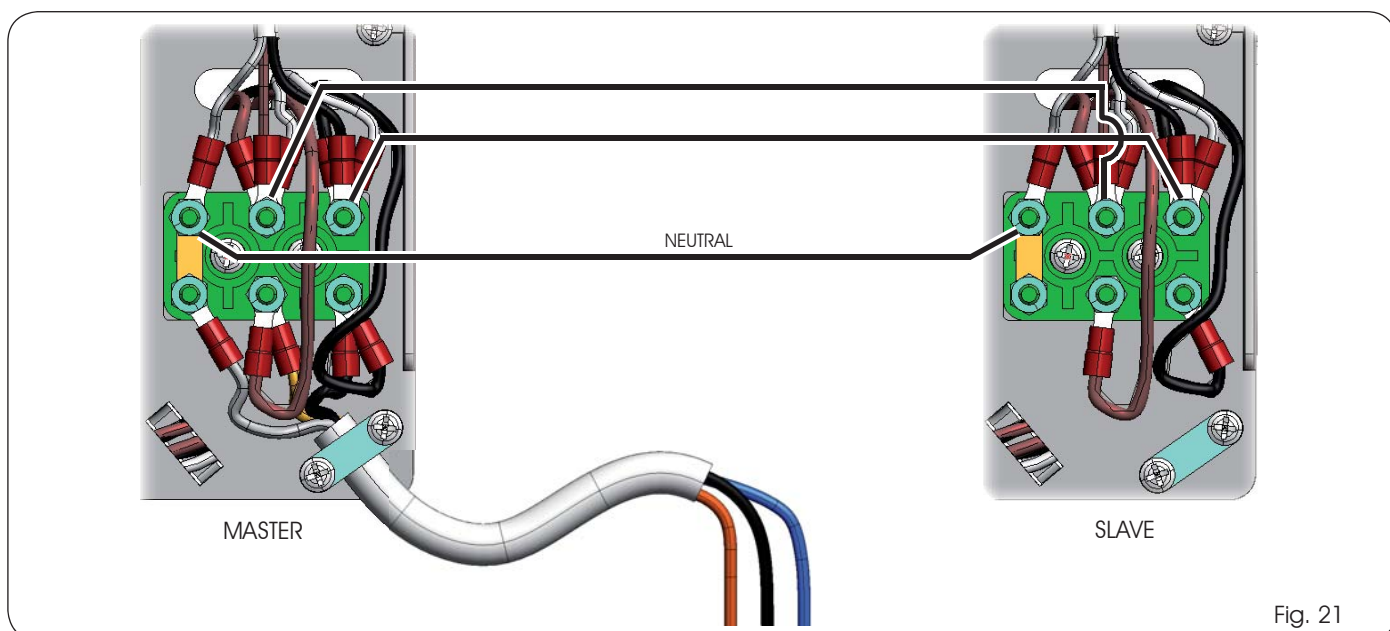

Fig. 21
3. Enlever le câble d'alimentation de la motorisation SLAVE et réaliser les connexions réalisées dans la figure 21;